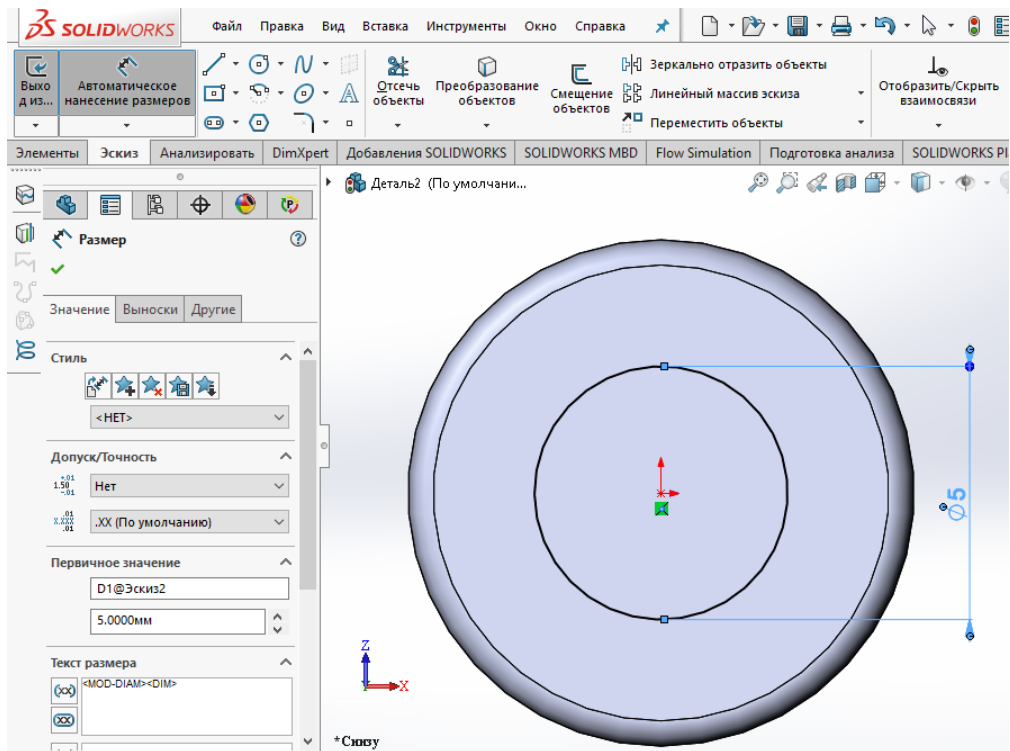

Рисунок 6 – вспомогательная окружность
9. Из начала координат начертить окружность диаметром 5 мм (рис. 6)